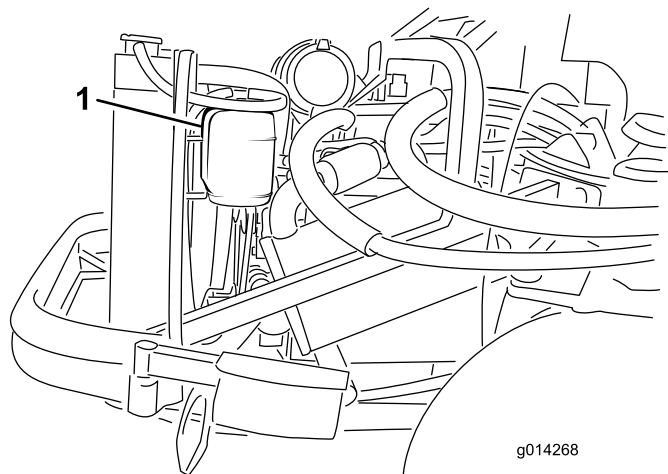

Figura 43
1. Verifique o nível de líquido de arrefecimento do depósito secundário (Figura 43). Este deve situar-se entre as marcas existentes no exterior do depósito.